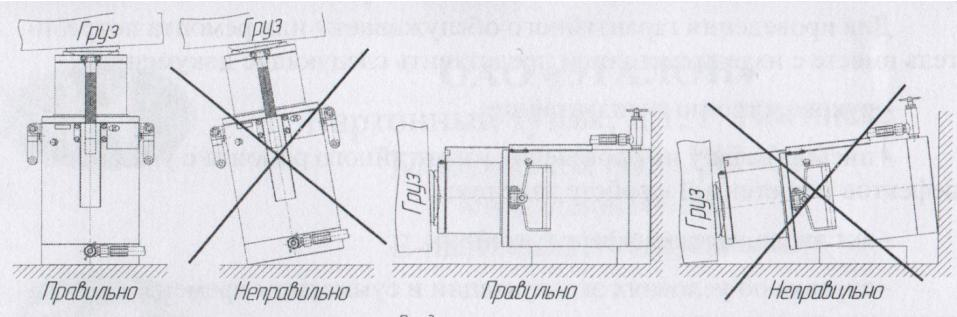

Рис.3
5.3. При работе домкратом необходимо избегать потерю устойчивости (рис.3), в противном случае может произойти выдавливание основания цилиндра, обрыв винтов крепления и нарушение герметичности.
- допускать потерю устойчивости домкрата (см. рис.3);